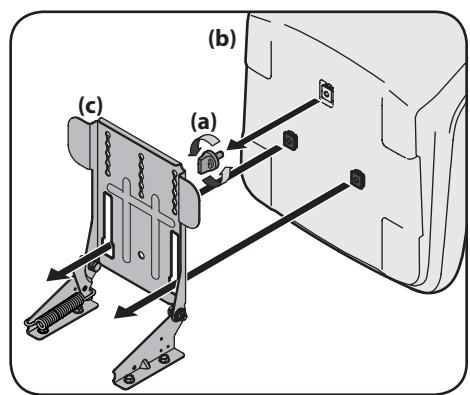

Figura 2-19
- Retire la perilla de ajuste del asiento (a) de la parte inferior del asiento (b). Consulte la Figura 2-19.
- Alinee el asiento (b) sobre el soporte de pivot del asiento (c) como se muestra en la Figura 2-19 y monte el asiento (b) en el soporte de pivot del asiento (c) insertando las dos lengüetas de la parte inferior del asiento (b) en las ranuras del soporte de pivot del asiento (c).